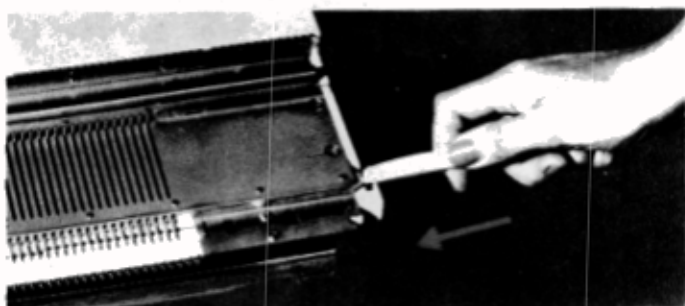

Fig. 230
- Pousser de 2 cm la barre de maintien avec le manche du remaillieur du côté droit de la fonture (fig. 230),